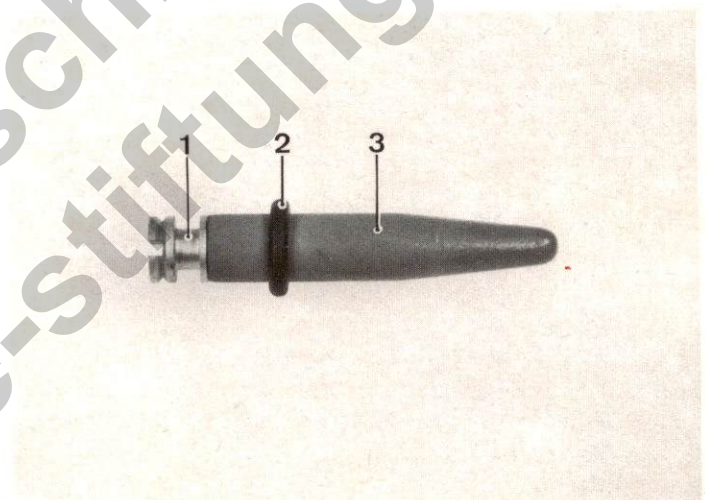

Abb. 28
- Auswechseln des **O-Rings** der **Leerlaufgemischschraube** mittels Weber Werkzeug Best. Nr. 98.013.650 (**Abb. 28**). Schraube einsetzen und bis zum halben Hub andrehen.